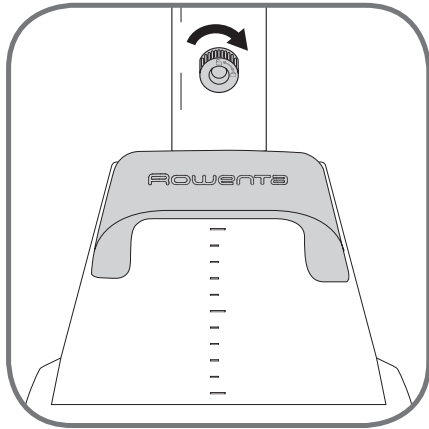

fig. 4
4. Revisssez la vis de fixation du mât jusqu'au bout afin que le mât soit solidement fixé à la base (fig. 4).